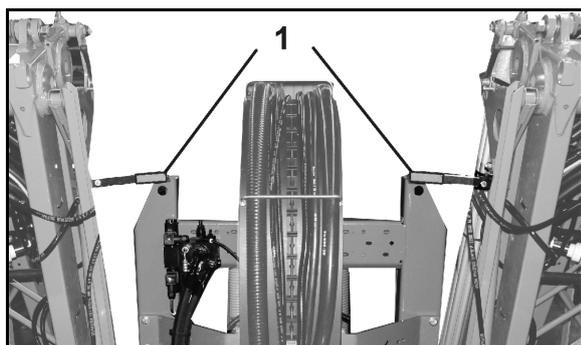

Fig. 8
- Piedi d'appoggio sinistro e destro (Fig. 8), per evitare il rovesciamento della macchina da ferma